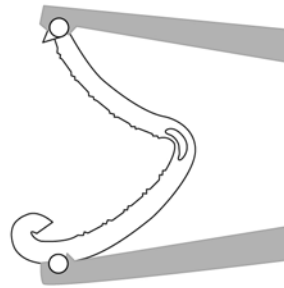
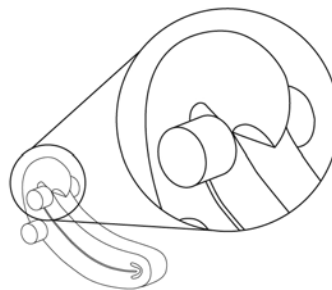

Figura 4.1 Clipe carregado no aplicador de cliques
Figura 4.2 Detalhe do clipe travado
5. Depois de inserir o instrumento, no controle do cirurgião, oriente o dente único do clipe conforme mostrado (Figura 4.1). Isso permite que o usuário confirme visualmente o encapsulamento da estrutura a ser ligada. Posicione o clipe em torno do tecido a ser ligado de forma a fornecer uma visualização nítida do mecanismo de trava (Figura 4.2).